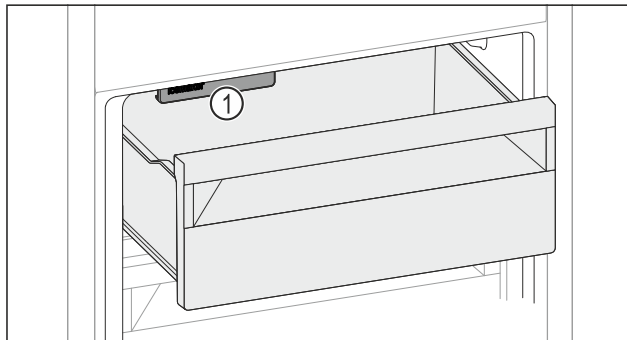

Fig. 158
- Luați în considerare IceMaker Fig. 158 (1).